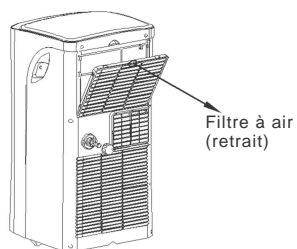

Fig.24
- **Retrait :** l'appareil a 2 filtres, retirez le filtre le long de la direction de la flèche (Fig.24)
- Retirez la fiche de la prise de drain, toute l'eau dans le bac inférieur va s'écouler (voir Fig.24).